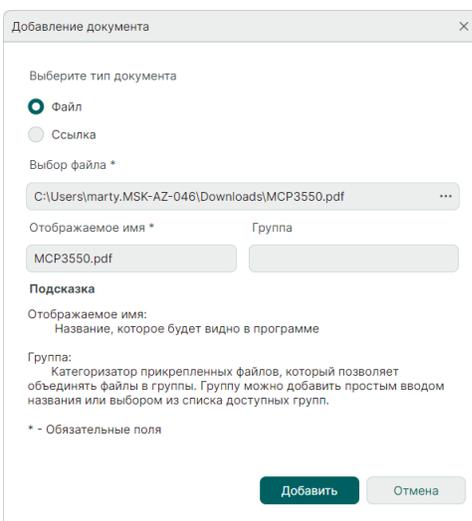

Рис. 340 Форма прикрепляемой информации
2. Заполните поля формы «Добавление документа», см. Рис. 340.